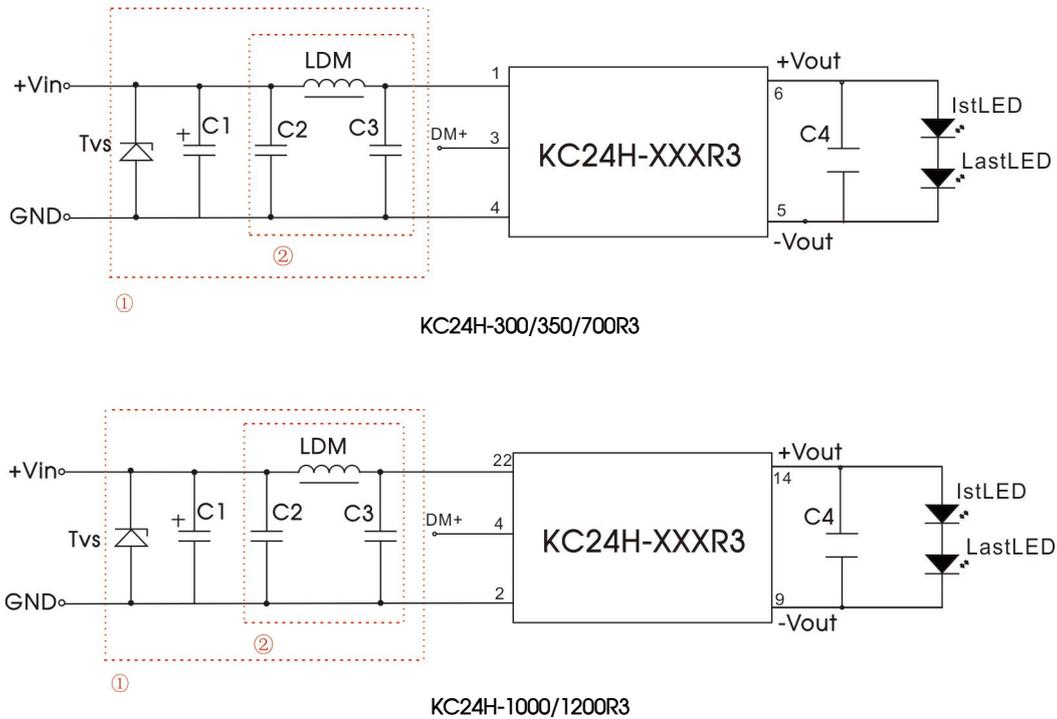

图 8 EMC 推荐电路
| EMI | 传导骚扰 | CISPR32/EN55032 | CLASS B (推荐电路见图 8-②) | | |
| | 辐射骚扰 | CISPR32/EN55032 | CLASS B (推荐电路见图 8-②) | | |
| | 脉冲群抗扰度 | IEC/EN 61000-4-4 | ±1kV (推荐电路见图 8-①) | | perf. Criteria B |
| | 浪涌抗扰度 | IEC/EN 61000-4-5 | ±1kV (推荐电路见图 8-①) | | perf. Criteria B |